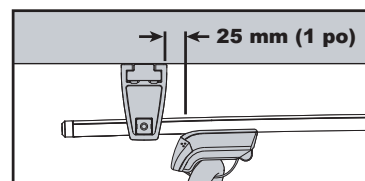

fig. 2
- ☐ Ne pas positionner la quincaillerie de montage à plus de 2,5 cm (1 po) à l'extérieur des pieds (voir la figure 2).